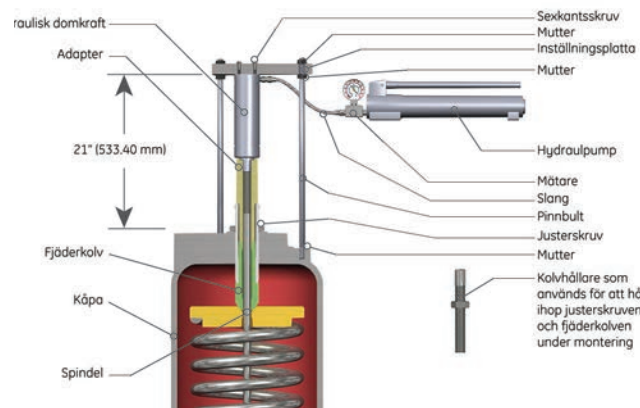

Bild 15: Inställningsanordning för genomströmning V och W
- Montera inställningsanordningen (se bild 15).
7. Ta bort pinnmuttrarna (14) och lyft av kåpan (11).